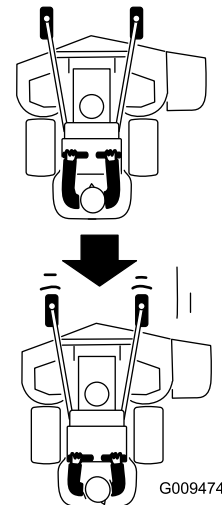

Figure 23
2. Tirez lentement les leviers de commande de déplacement en arrière (Figure 23).